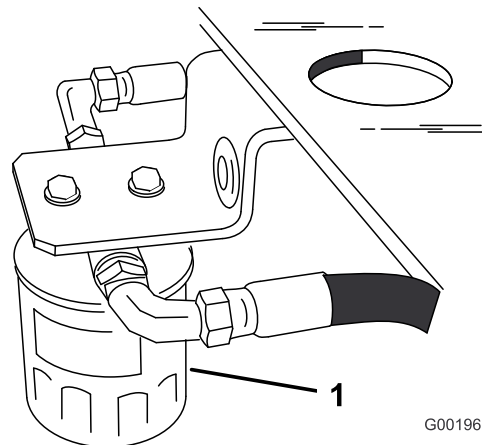

Figure 57
4. Localisez le filtre sous le réservoir à carburant et placez le bac de vidange sous le filtre (Figure 57).